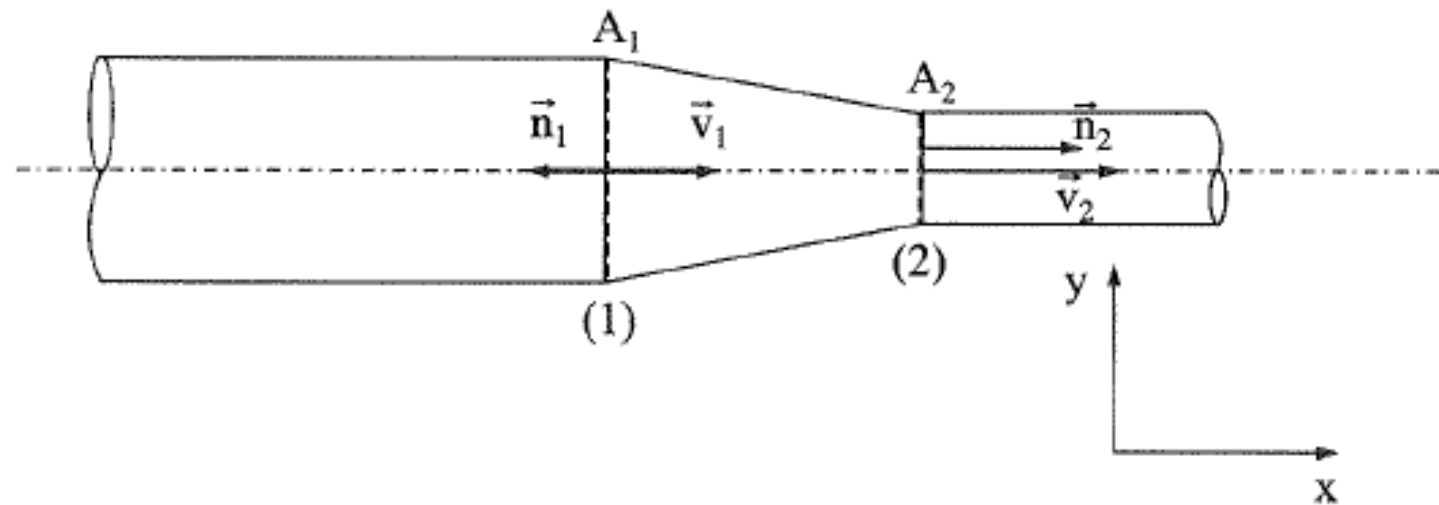

Figura 3
- Seja o conduto da Figura 3. Supondo as propriedades uniformes nas seções e o regime permanente.